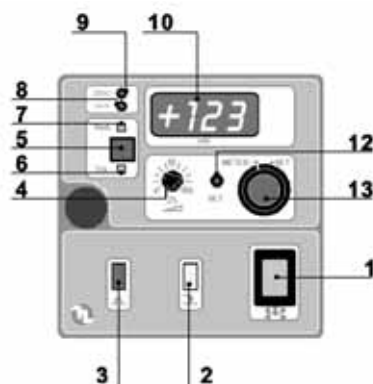

Fig. 29
11.4 - DLS-RX PUMP CONTROLS (Fig. 29)